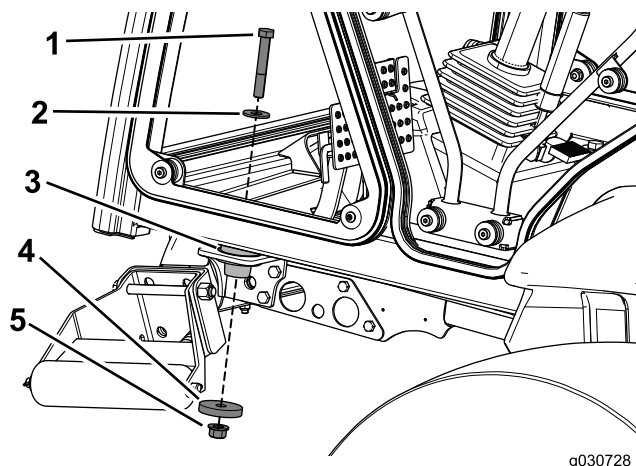

Figura 25
5. Utilizzate un bullone (1/2 x 3-1/4 poll.), una rondella del diametro di 3,5 cm, una rondella del diametro di 5,7 cm e un dado di bloccaggio per fissare la cabina ai supporti anteriori sulla macchina (Figura 25).